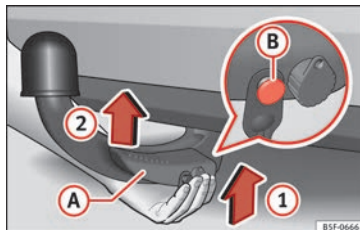

Fig. 223 Colocar a esfera desmontável/o perno de desbloqueio no estado desdobrados
- Segure a esfera desmontável a partir de baixo » Fig. 223 e encaixe-a no alojamento